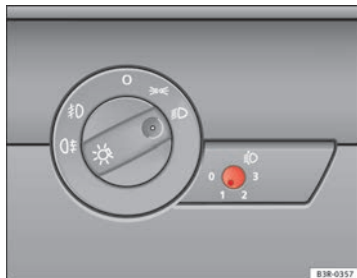

Abb. 88 Leuchtweitenregulierung
- Tippen Sie den Knopf  ⇒ Abb. 88 an, um ihn aus seiner Einstellposition auszurasen.